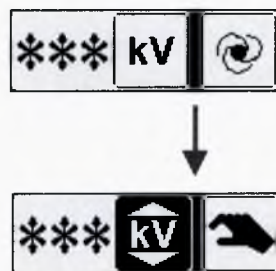

Рисунок 84
– выберите этот режим на панели управления (см. рисунок 84);